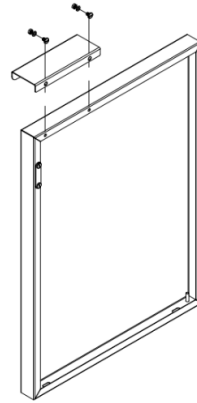

Fig. 2
2. Assemblez la poignée de porte à l'aide de 2 vis B, 2 rondelles C et 2 écrous D (Fig.2).